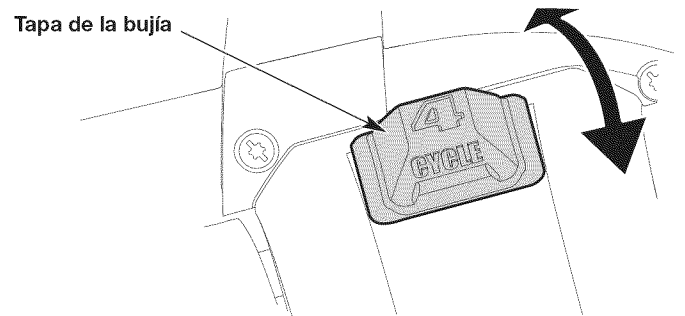

Fig. 16
2. Abra la tapa de la bujía (Fig. 16). Agarre firmemente la pipa (capucha) y sáquela de la bujía.